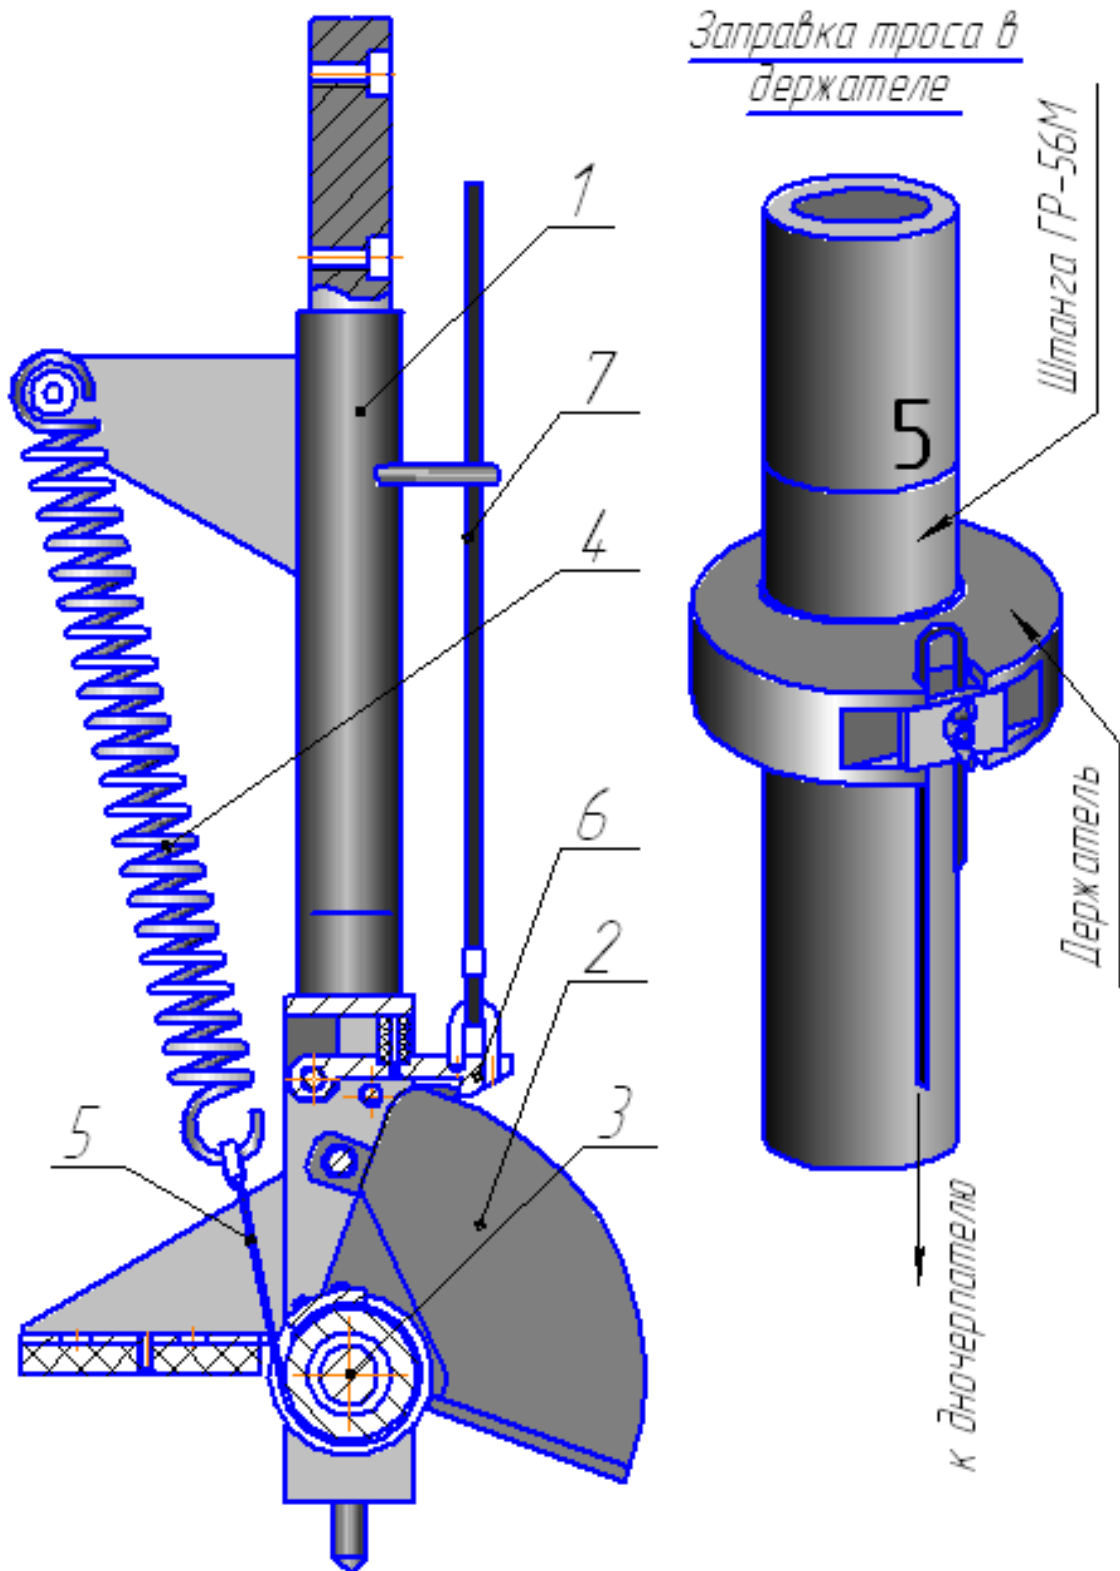

Рисунок 1.
5.2. Конструктивно Дночерпатель состоит из: корпуса 1 (см. рис.1); заборного ковша 2, жестко установленного на оси 3; двух цилиндрических пружин 4, связанных с заборным ковшом гибкой тягой 5; фиксатора 6 для удержания ковша в открытом положении при погружении прибора на дно; троса 7, соединенного с фиксатором и предназначенного для управления дночерпателем.
7.3. Недалеко от ручки штанги устанавливается держатель (см. рис. 1). Он крепится на штанге двумя винтами. Затем ковш с помощью рукоятки устанавливается в открытое положение и фиксируется чекой. На держателе, с помощью винта и накладки, закрепляется свободный конец каната.